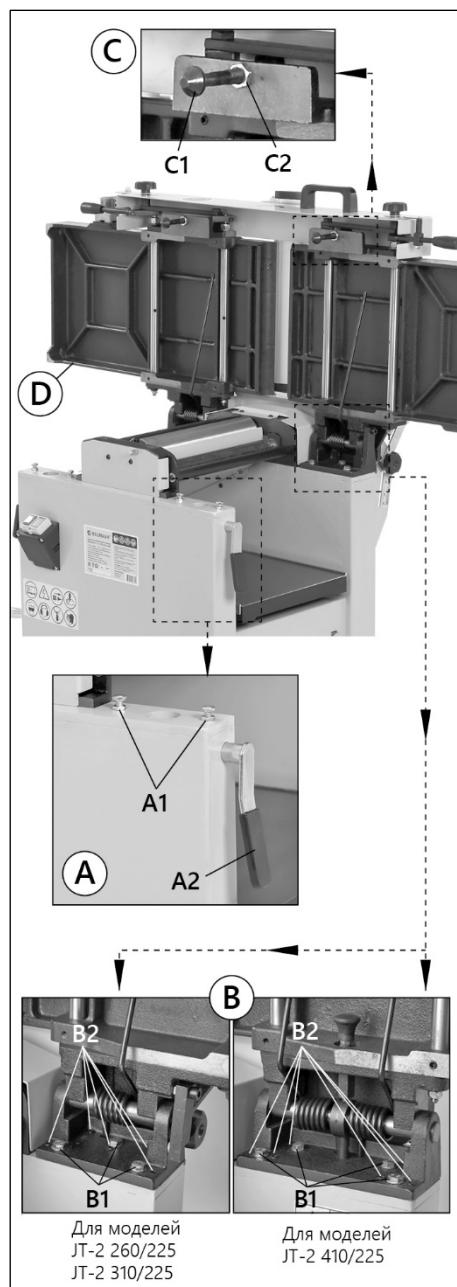

Рисунок 11.
- Разблокируйте обе ручки A2 корпуса (рис. 11).
- С помощью ключа ослабьте болты В1 (рис. 11).
Для достижения наилучших результатов, ручки блокировки A2 (рис. 11) стола должны быть в опущенном положении – это положение полной блокировки.